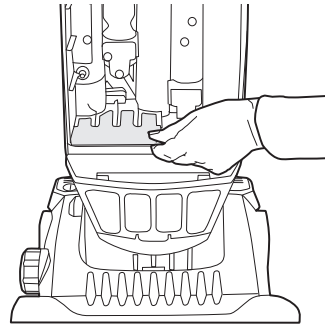

Fig. 1
2. Enlevez le filtre secondaire en le faisant glisser hors du support de sac (Fig. 1).